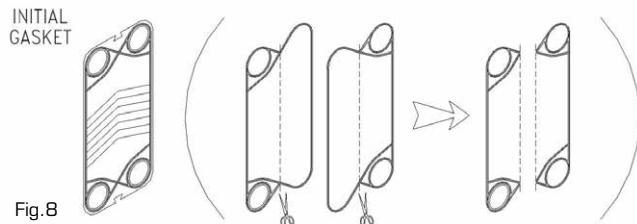

Fig.8
- Tagliare le due guarnizioni lungo l'asse verticale ed utilizzare le due parti con anelli di tenuta intorno ai fori (Fig.8) per formare una guarnizione iniziale completa. Le altre due metà vanno scartate.